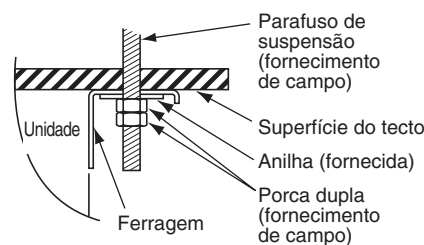
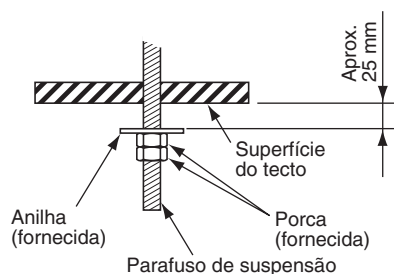

Fig. 3-11
Fig. 3-13
- (6) Realize a preparação para suspender a unidade interior. O método de suspensão varia dependendo se o tecto é suspenso ou não. (Figs. 3-11 e 3-12)
- (7) Suspenda a unidade interior como segue:
- a) Monte 1 anilha e 2 porcas hexagonais em cada parafuso de suspensão (Fig. 3-13).